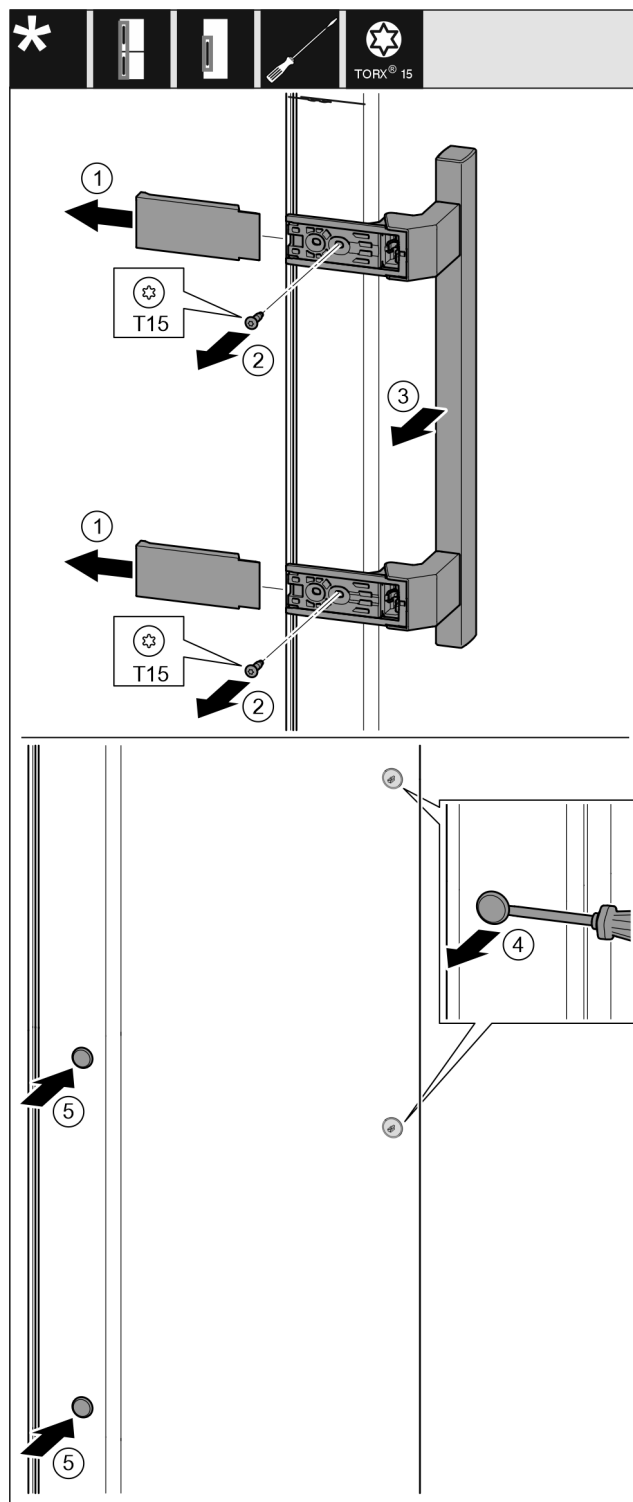

Fig. 19
- Stáhněte kryt. Fig. 19 (1)
- Šroubovákem T15 vyšroubujte šrouby. Fig. 19 (2)
- Sejměte madlo. Fig. 19 (3)
- Postranní zátku opatrně nadzvedněte plochým šroubovákem a vytáhněte. Fig. 19 (4)
- Zátku opět vložte na druhé straně. Fig. 19 (5)